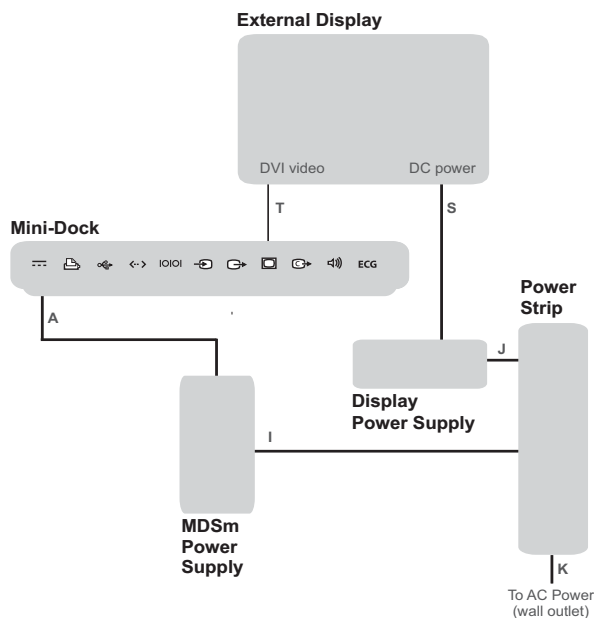

Abbildung 4 Anschluss eines externen Bildschirms an das MDSm
Siehe Abbildung 4 und „Kabel, Anschlüsse und Mini-Dock-Symbole“ auf Seite 16. 2. Beide Schutzhüllen des DVI-Kabels entfernen (T). 3. Folgende Kabel anschließen: <ul style="list-style-type: none"> • DVI-Kabel (T) • Netzstromkabel (J) • Netzkabel (Gleichstrom) (S) 4. Das Netzstromkabel für das System (K) durch die Schutzöffnung für das Netzkabel in der Rückwand des unteren Fachs führen und an eine entsprechende Wandsteckdose anschließen.